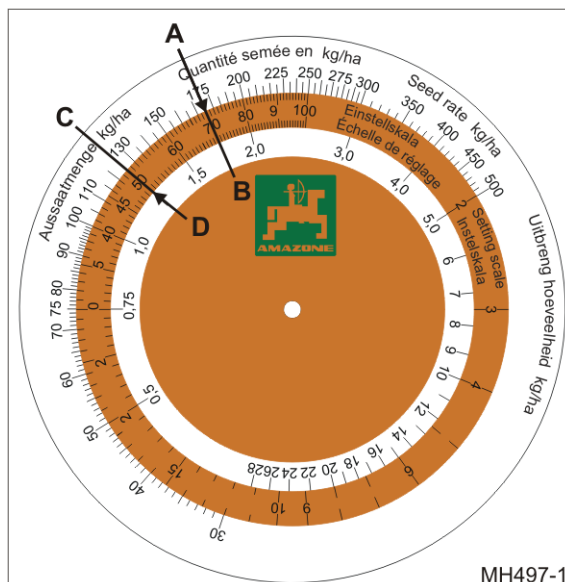

Bild 157
- o framräknad spridningsmängd 175 kg/ha (Bild 157/A)
- o växelläge 70 (Bild 157/B)
2. Läs av växelläge för den önskade spridningsmängden på 125 kg/ha (Bild 157/C). på räkneskivan.
- Växelläge 50 (Bild 157/D).